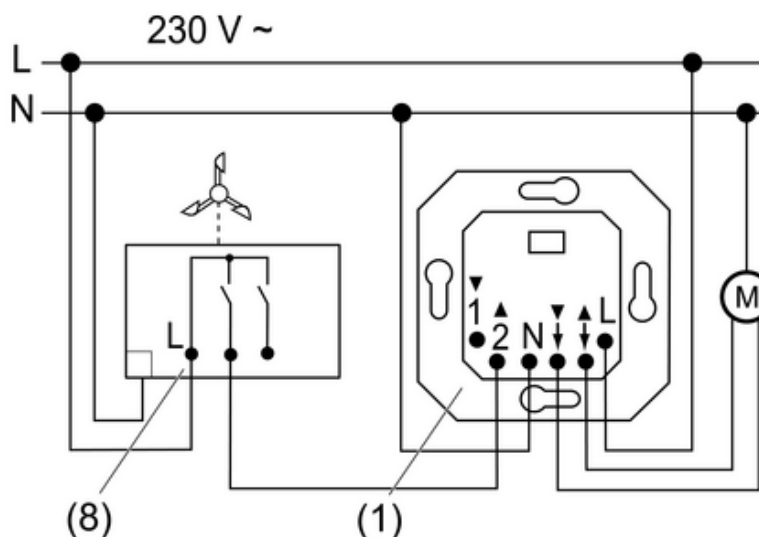

Figura 5: Esempio di collegamento di sensore vento
- Collegare il sensore vento (8) in base all'esempio di collegamento (figura 5). L'allarme vento viene realizzato attraverso l'ingresso del regolatore esterno 2.